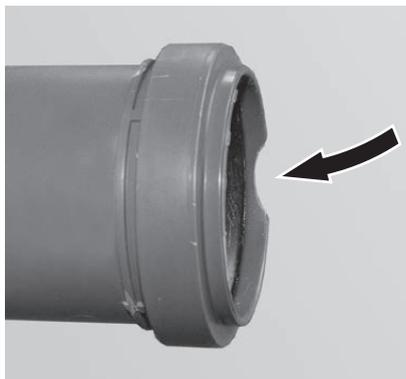
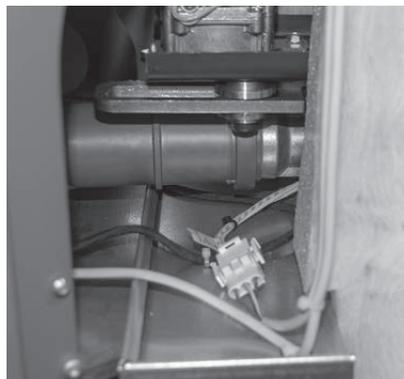

Fig. 55 Raccordo lungo con cavità posteriore
Fig. 56 Raccordo lungo inserito nel tubo di aspirazione del bruciatore.
- Inserire il raccordo lungo allegato nel tubo di aspirazione del bruciatore. La cavità deve stare nella parte posteriore – Fig. 55, Fig. 56.